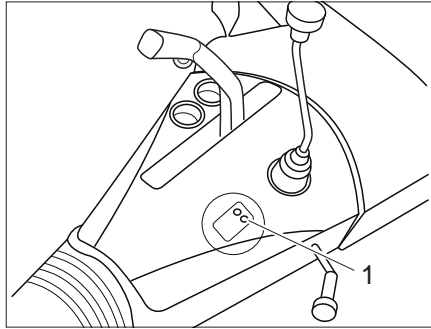

Bild 2 LED des ATC (AL-KO Trailer Control)
- Stecker des ATC an die Anhängerkupplung anschließen. Ein Selbsttest wird durchgeführt, die LED (Bild 2,1) leuchtet rot.
- Nach dem Selbsttest leuchtet die LED (Bild 2,1) grün, das ATC ist aktiv. Leuchtet die LED nicht grün, funktioniert das ATC nicht richtig, siehe nachfolgende Tabelle.